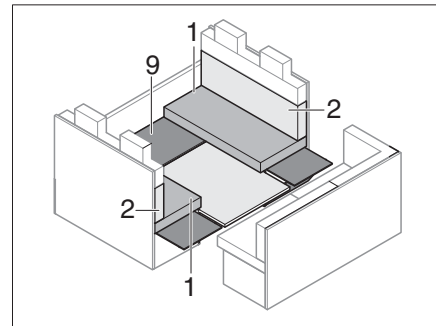

Bild 180 Während des Umbaus
- Unterbau (Bild 180,9) wieder auflegen.